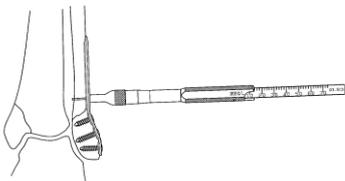

図8
- 8) 3.5 コーティカル用デプスゲージの先端フックを反対側皮質に引っ掛け、スケールを読み取ります。(図8)